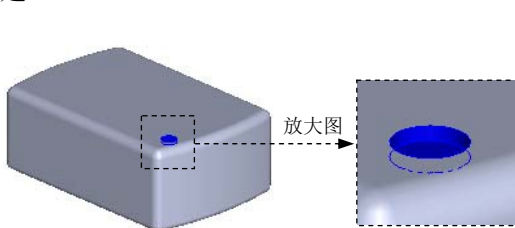
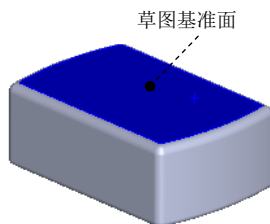

图 3.34.13 切除-拉伸 2
图 3.34.14 草图基准面
Step12. 创建图 3.34.13 所示的零件基础特征——切除-拉伸 2。选择下拉菜单 **插入(I)** **→ 切除(C)** **→ 拉伸(E)** 命令, 选取图 3.34.14 所示的模型表面作为草图基准面, 绘制图 3.34.15 所示的横断面草图; 采用系统默认的深度方向; 在“拉伸”对话框 **方向1** 区域的下拉列表中选择 **给定深度** 选项, 输入深度值 1.0; 单击 按钮, 完成切除-拉伸 2 的创建。